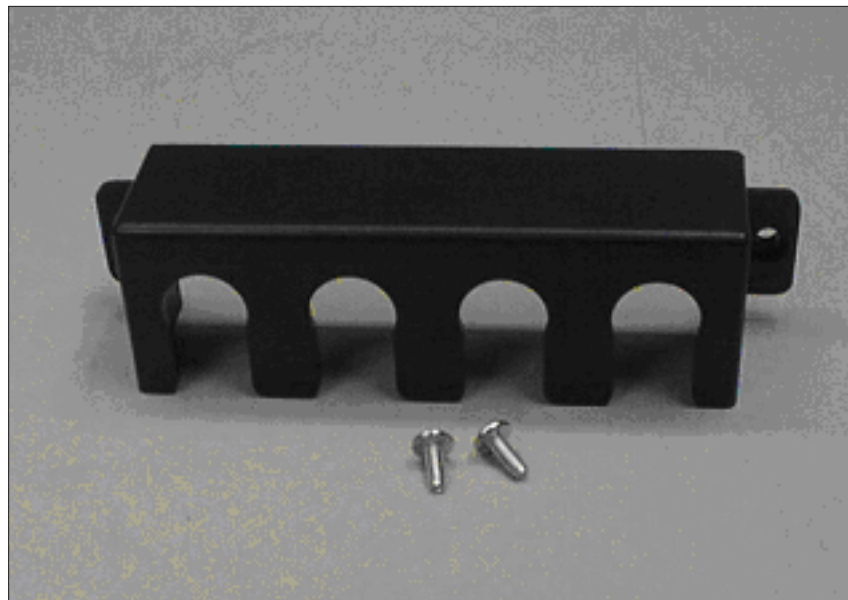

図 18. 2145 UPS-1U電源ケーブル保持ブラケットのハードウェア
2. パッケージからブラケットと 2 個のねじ (図 18 参照) を取り出します。